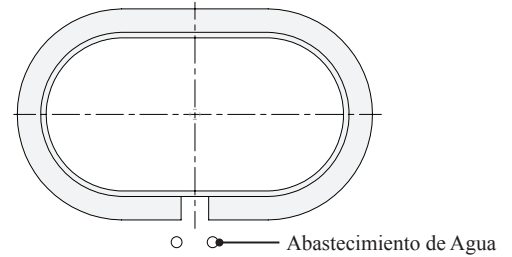

Figura 26. Colocación del pedestal de base
- 1 Centro de la abertura en la base del pedestal con la apertura de drenaje (Figura 26).